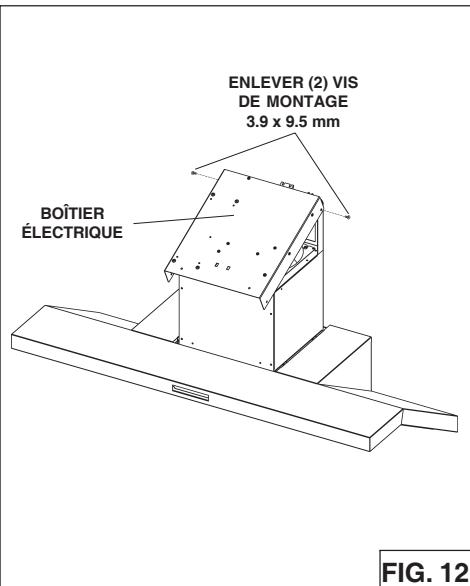

FIG. 12
1. Enlevez le boîtier électrique du cadre de la cheminée en retirant (2) vis de 3,9 x 9,5 mm. Fig. 12.
2. Fixez le boîtier électrique au cadre à l'aide des (2) vis de 3,9 x 9,5 mm enlevées à l'étape 1 et de (2) vis 3,9 x 9,5 mm et (2) rondelles de blocage du sachet de quincaillerie.